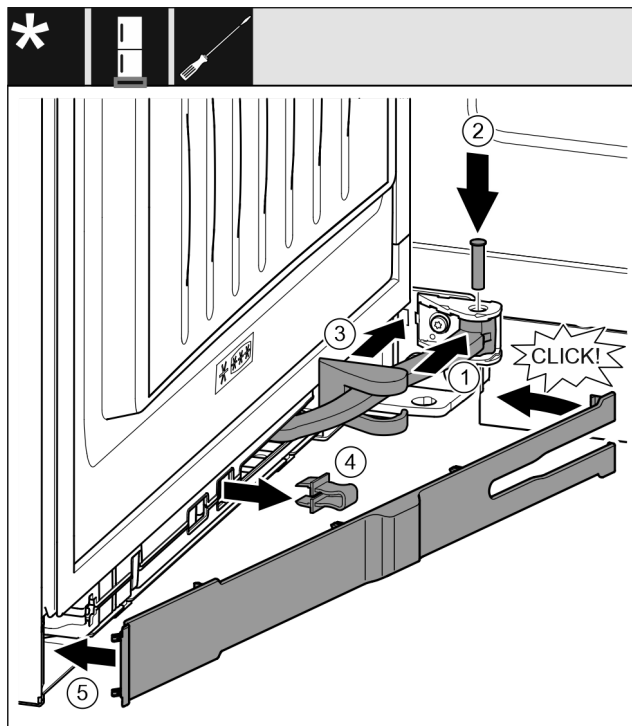

Fig. 49
- ▶ Otočte kloub Fig. 49 (1) v závěsu.
- ▶ Šroubovákem vložte čep Fig. 49 (2) do závěsu a kloubu. Přitom dávejte pozor, aby byla zajišťovací vačka správně usazena v drážce.
- ▶ Posuňte kryt stojanu ložiska Fig. 49 (3) podél kloubu a namontujte nad závěsem.
- ▶ Pojistku Fig. 49 (4) vytáhněte.
- ▶ Záslepku Fig. 49 (5) na straně madla nasadte a sklopte.